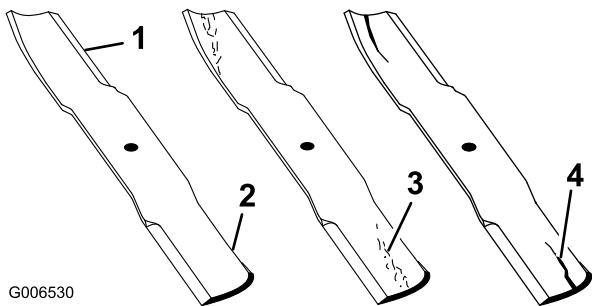

Figura 52
1. Inspeccione as extremidades de corte (Figura 52).
2. Inspeccione as lâminas, especialmente a área em curva (Figura 52).
Nota: Se verificar quaisquer danos, desgaste, ou a formação de ranhuras nesta área (item 3 em Figura 52), instale imediatamente uma lâmina nova.